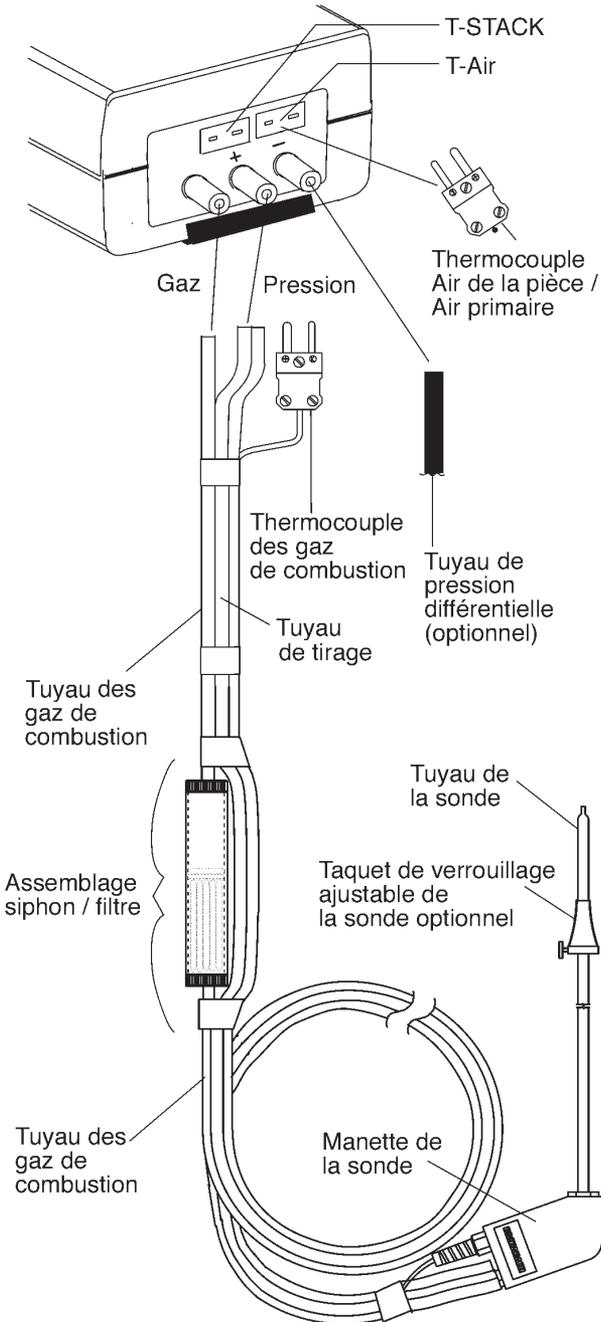

Figure 3-2D. Branchement de la sonde (Modèle 125)
3. Enfoncez le thermocouple des gaz de combustion dans la prise T-STACK (Fig. 3-2D) (le connecteur ne s'enfonce que d'une seule façon).
REMARQUE : *Le modèle 125 est muni d'un thermocouple d'air ambiant incorporé. Ne procédez à l'étape 4 que si le thermocouple optionnel Air ambiant/Air primaire (Voir Fig. 3-2D) est utilisé.*